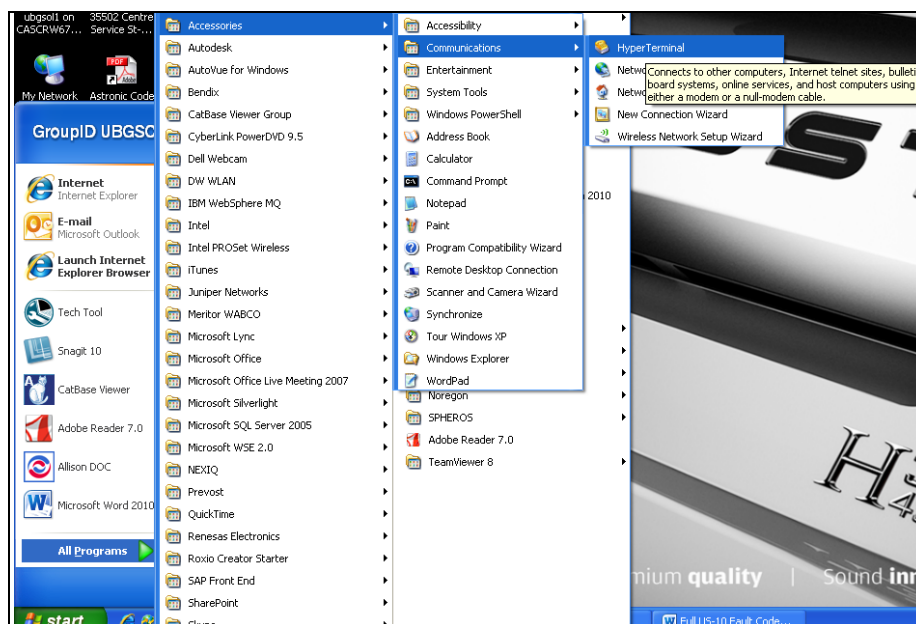

Fig.12
5. Retourner au menu démarrer et cliquer All Programs/Accessories/Communications /HyperTerminal (Fig.12).